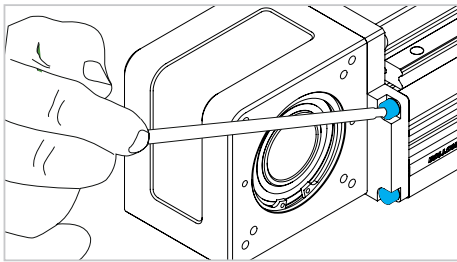

Fig. 7
- 5) Pour retirer la tête, dévisser les 4 vis situées sur la plaque à l'extrémité du profilé (Fig. 7).